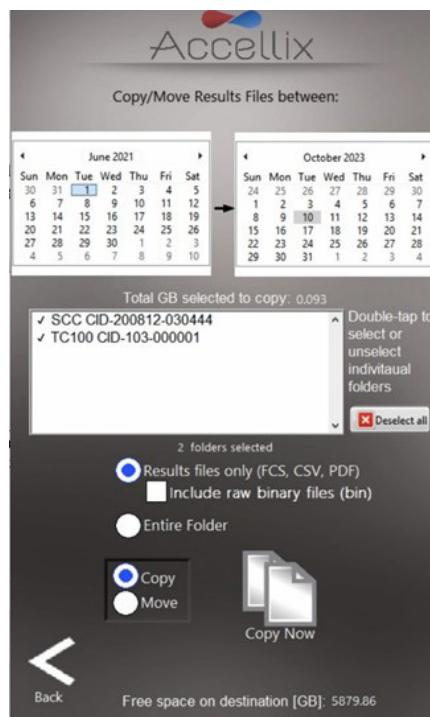

Abbildung 19: Bildschirm „Copy/Move Results Files“ (Ergebnisdateien kopieren/verschieben)
Mithilfe der Funktion **Copy Previous Results** (Vorherige Ergebnisse kopieren) können Administratoren Ergebnisdateien aus früheren Testläufen kopieren oder verschieben, indem sie einen Datumsbereich auswählen (Abbildung 19) und auf **Copy Now** (Jetzt kopieren) tippen. Die zwischen den ausgewählten Daten erstellten Kartuschendatenordner werden unter den beiden Kalendern angezeigt. Beachten Sie, dass der Kunde auswählt, welche Daten kopiert werden sollen, wie unten beschrieben:
**Hinweis:** Durch Drücken des Symbols **Export Debug Data** (Debug-Daten exportieren)  wird eine komprimierte (Zip)-Debug-Daten-Datei in den Ordner C:\LDX\Data\Support exportiert. Verwenden Sie diese Schaltfläche nur unter Anleitung eines Accellix-Vertreters. Nachdem die Debug-Datei exportiert wurde, verwenden Sie den Bildschirm „Copy/Move Results Files“ (Ergebnisdateien kopieren/verschieben) (siehe Abschnitt Abbildung 19) und wählen Sie das heutige Datum aus, damit der Ordner „Support“ in der Liste **angezeigt** wird. Doppelklicken Sie auf den Ordner „Support“ und exportieren Sie diesen Ordner, indem Sie „Move“ (Verschieben) auswählen. Dadurch wird der gesamte Ordnerinhalt in den Backup-Speicherort kopiert und der Inhalt gelöscht, sobald der Ordner kopiert wurde.